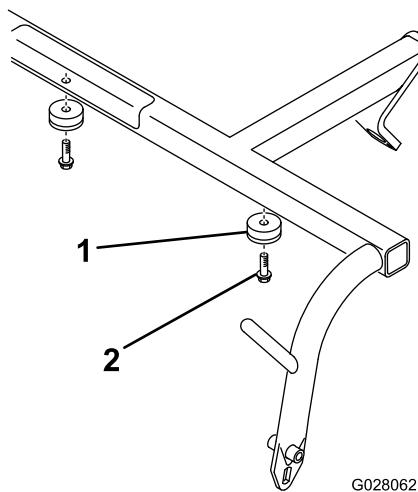

Figura 2
- Monte os 2 amortecedores embutidos na face inferior de cada tubo cruzado da estrutura de tração com 2 parafusos autoroscantes com cabeça anilhada (Figura 2).